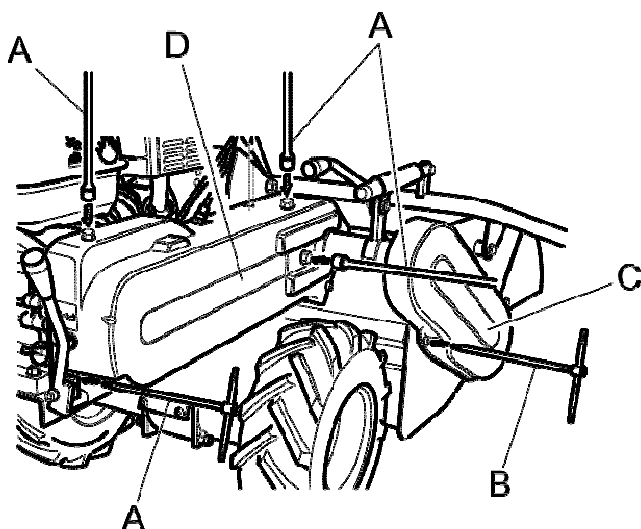

Figura 9
- Rimuovere la protezione in plastica (Fig. 9 Rif. C), svitando e togliendo le viti indicate in figura 9 Rif. B.
Per accedere alla zona in cui sono situate le cinghie di trasmissione ed il dispositivo di regolazione del freno rotore, occorre rimuovere la protezione in plastica (fig. 9 rif. D) , quindi svitare e togliere le viti indicate in figura 9 rif. A